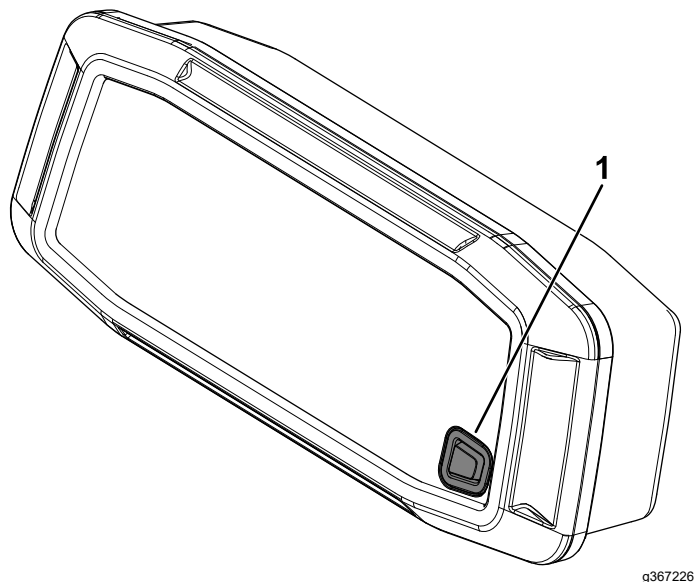

Figura 16
1. Mantenga pulsado el botón (Figura 16) durante al menos 10 segundos.